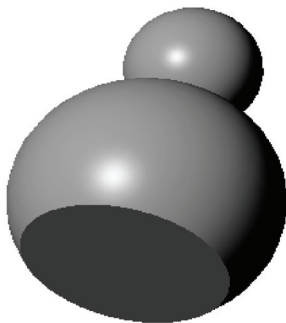

图 8-50 打开模型文件
STEP 01 单击快速访问工具栏中的“打开”按钮，打开模型文件，如图 8-50 所示。